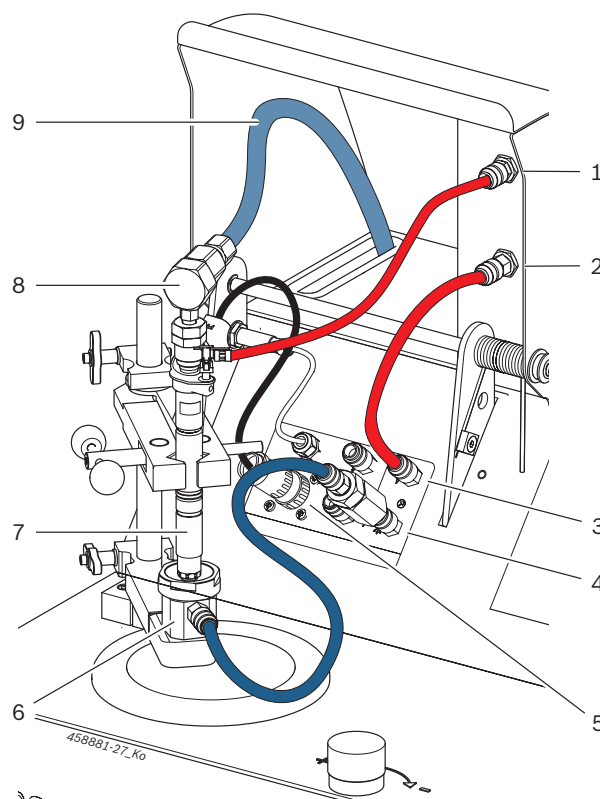

Fig. 5: Diagrama esquemático da ligação CRI Piezo
Montar a câmara de injeção (fig. 5, pos. 6) no componente só depois de efetuado o "Leak test".
2. Fixar o CRI Piezo (fig. 5, pos. 7) no suporte de aperto.
3. Ligar a mangueira de alta pressão com o adaptador de conexão (fig. 5, pos. 8, 9) ao CRI Piezo.
4. Ligar a mangueira 1 680 712 368 ou 1680 712 369 ao retorno do CRI Piezo e à "Entrada de retorno CRI Piezo" (fig. 5, pos. 1).
5. Ligar a mangueira 1 680 703 079 à "Saída de retorno CRI Piezo" (fig. 5, pos. 2) e à "Conexão de teste para débito de retorno" (fig. 5, pos. 3).
7. Inserir o filtro de entrada na "Conexão de teste para débito de injeção" (fig. 5, pos. 4).
Após o "Leak test", a câmara de injeção é montada no componente e a mangueira 1 680 712 362 ligada ao acoplamento rápido da câmara de injeção e, através do filtro de entrada, à "Conexão de teste para débito de injeção" (fig. 5, pos. 4).